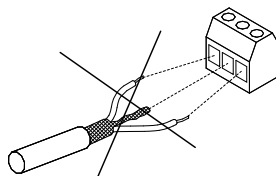

Рис. 28 Не скручивайте концы экрана
- Избегайте подключения экрана с помощью скрученных концов. См. рис. 28.